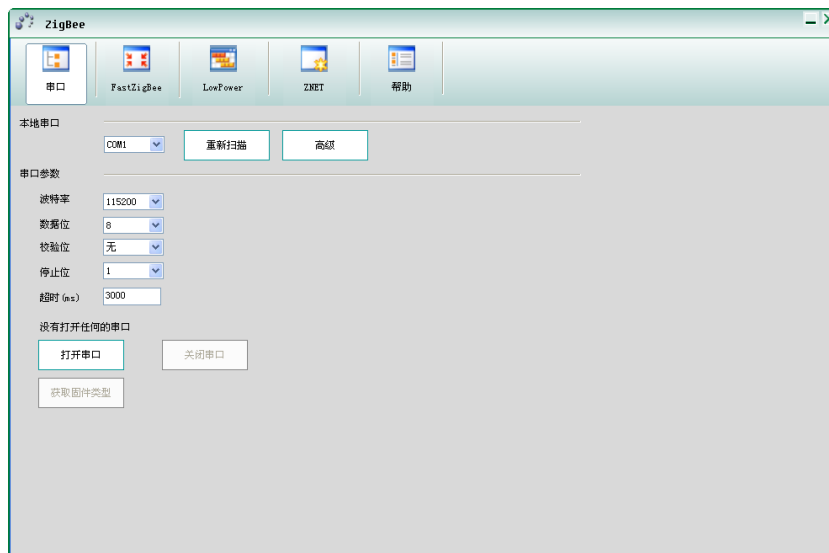

图 4.1 设定配置串口
1. 把模块的串口通过 RS-232 电平转换后，连接到电脑的串口，模块上电，打开配置软件的【串口】标签页，波特率、数据位、校验位、停止位等根据模块的串口参数进行设定，超时时间设置为 2000ms，设定好串口参数后，点击【打开串口】按钮，如图 4.1 所示。